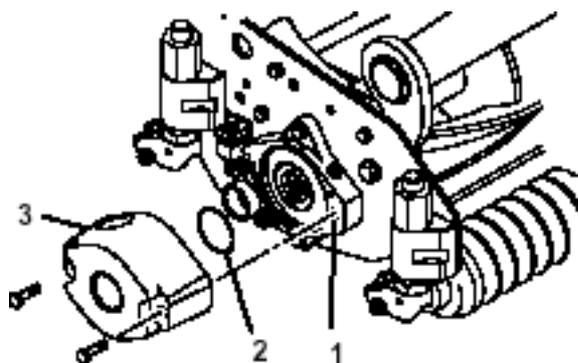

図 7
3. 大きなOリングにグリスを塗り、カッピングユニット両側のベアリングハウジングの溝にそれぞれ取り付ける（図7 & 10）。
4. 各カッピングユニットにカウンタウェイトを取り付ける（図7：付属のキャップスクリューを使用する）。
ターフ補正スプリング (図 7) は、キャリアフレームとカuttingユニットをつないでおり、前後の揺れの大きさを調整する働きと、移動走行中や旋回動作中の地上高の調整を行っています。
1. スプリングロッド後部のロックナットを締めて、すきま (C) を 25 mm とする (図 7)。
2. スプリングロッド前部の六角ナットを締めて、スプリング (圧縮状態) の長さ (A) が 203 mm になるようにする (図 7)。
注: ラフで使用する時やアンジュレーションの大きなフェアウェイを刈る時は上記の圧縮長さ (A) を 216 mm とし、スプリング ブラケット後部とワッシャ前面のすきま (C) を 38 mm としてください (図 7)。